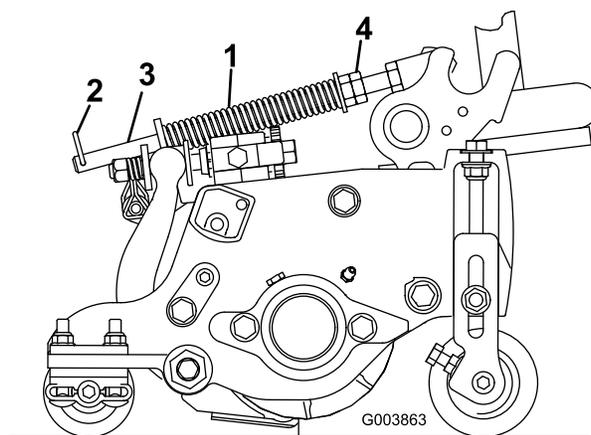

Рисунок 15
2. Затяните шестигранные гайки в передней части штока пружины так, чтобы сжатая длина пружины стала равна 12,7 см на Reelmaster 5410 (с 5-дюймовыми режущими блоками) или 15,9 см на Reelmaster 5510 и 5610 (с 7-дюймовыми режущими блоками) (Рисунок 15).
Пружина компенсации состояния грунта (Рисунок 15) переносит вес с переднего на задний каток. (Это помогает снизить волнообразный рисунок на грунте, также называемый волнами или неровностями.)
1. Убедитесь в том, что шплинт вставлен в заднее отверстие штока пружины (Рисунок 15).